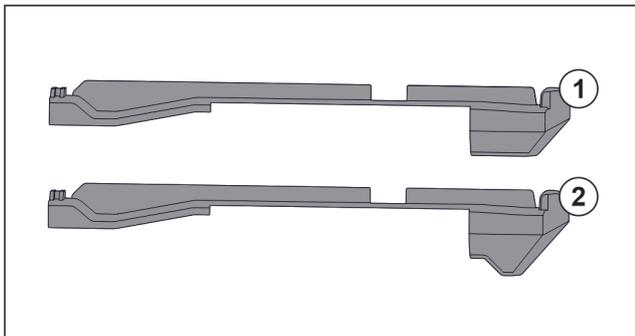

Fig. 125 Confronto degli elementi inseribili
Nell'apparecchiatura si trovano due diversi elementi inseribili. L'elemento inseribile sopra il cassetto più in basso Fig. 125 (2) presenta un bordo triangolare. Tutti gli altri elementi inseribili Fig. 125 (1) dispongono di un bordo diritto.
- ▶ Applicare l'elemento inseribile Fig. 125 (2) con il bordo triangolare sopra il cassetto più in basso.
- ▶ Applicare l'elemento inseribile Fig. 125 (1) con il bordo diritto su tutti gli altri punti.